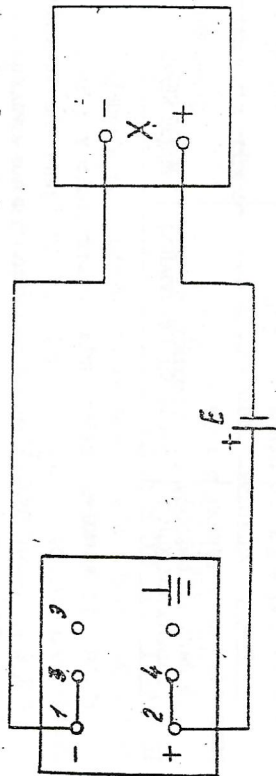

Рис. 9
4.3.6.5.2. Установка опорного напряжения производится по схеме рис. 9 или по схеме рис. 9, где в качестве нулевой точки может быть использован потенциометр или вольтметр с чувствительностью не менее 1 μV .
подключите нормальный элемент по схеме рис.9;